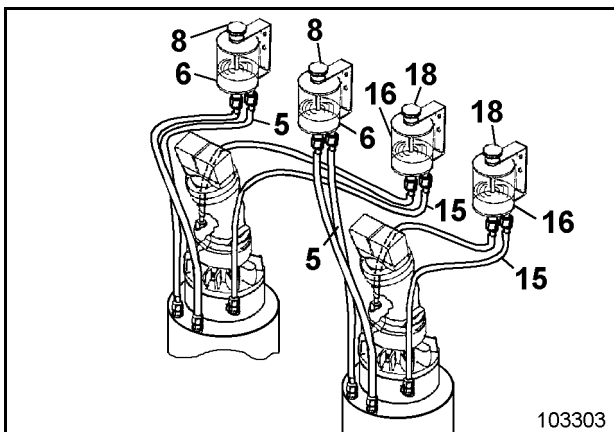
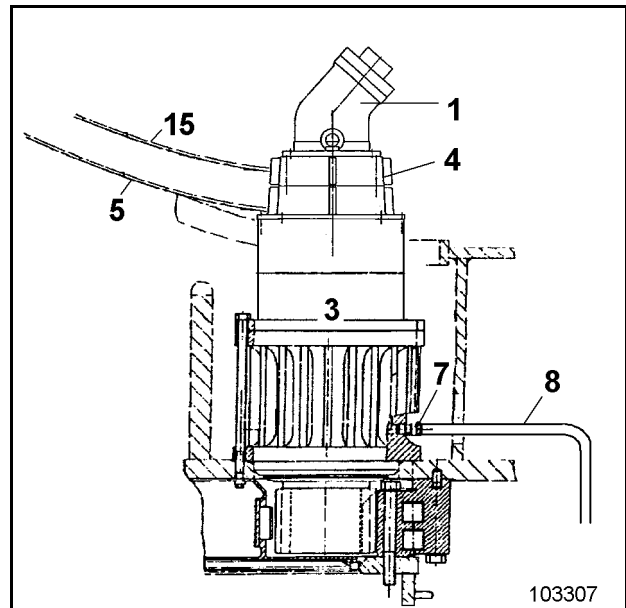

Fig. 3-109:
Fig. 3-110:
- ➔ Sichtprüfung an den Ausgleichbehältern (6, Fig. 3-109:).
Die Schlauchleitung (5, Fig. 3-109: und Fig. 3-111:) verbindet das Getriebe (3, Fig. 3-111:) mit dem Ausgleichbehälter (6, Fig. 3-109:).
- ➔ Sichtprüfung an den Ausgleichbehältern (16, Fig. 3-109:).
Die Schlauchleitung (15, Fig. 3-109: und Fig. 3-110:) verbindet die Bremskammer (4, Fig. 3-110:) mit dem Ausgleichbehälter (16, Fig. 3-109:).